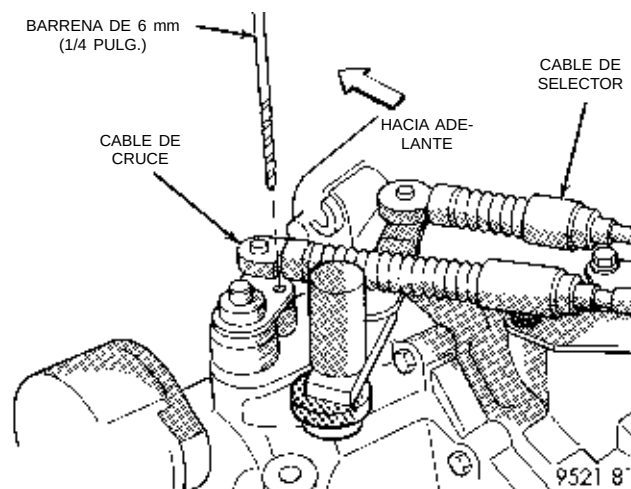

Fig. 16 Procedimiento de bloqueo de la palanca de cruce
(3) Bloquee la palanca de cruce del transeje en la posición de punto muerto de 3-4 mediante una barrena de 6 mm (1/4 pulg.). Alinee el orificio de la palanca de cruce con el del tope de la caja del transeje (Fig. 16). Asegúrese de que la barrena entra en la caja del transeje al menos unos 13 mm (1/2 pulg.).
(4) El cambiador tiene carga de muelle y es auto-centrante. Deje el cambiador en su posición de punto muerto. Apriete el tornillo de ajuste con una torsión de 8 N·m (70 lbs. pulg.). Al apretar el tornillo de ajuste, deben extremarse las precauciones para evitar descentrar el mecanismo de cambio.
(5) Retire la barrena de la caja del transeje y realice una verificación funcional desplazando el transeje por todas las marchas.